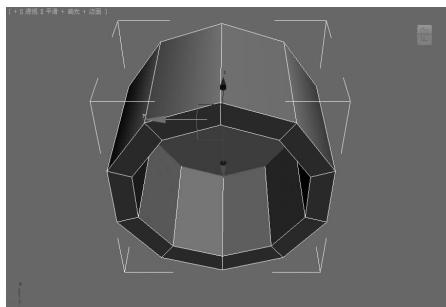
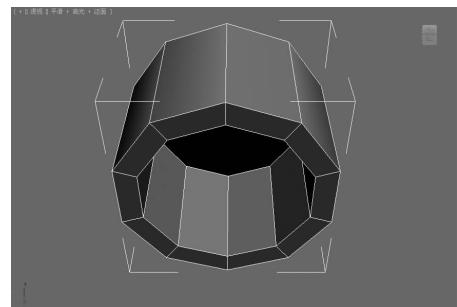

图 5-88 挤出多边形▲
图 5-89 删除挤出后的多边形▲
(5)在“编辑多边形”卷展栏中单击“挤出”按钮右边的 \square 按钮，弹出“挤出多边形”对话框，设置“挤出高度”为-4，单击“确定”按钮，得到如图 5-88 所示的效果。选中挤出后的多边形并删除，这样做的好处是在下面的平滑处理中不会影响其他多边形。删除挤出后的多边形后的效果如图 5-89 所示。